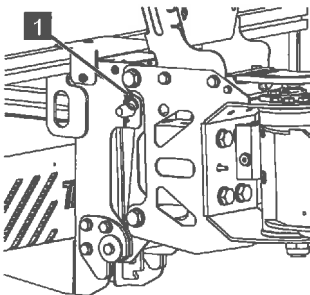

Abb. 139
3. Splint (Abb. 139/1) aus dem Korbbolzen ziehen.